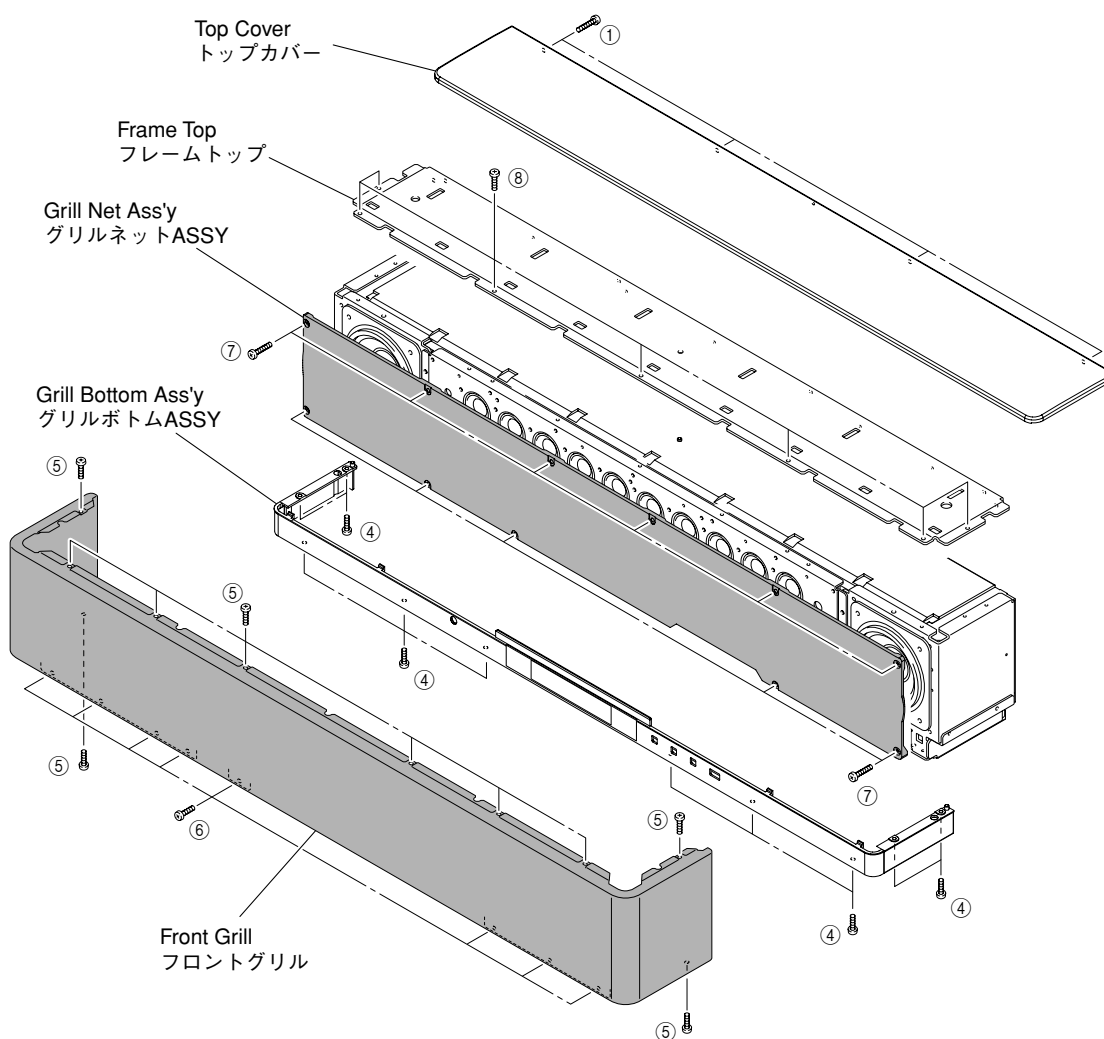

Fig. 2
- Remove 4 screws (①). (Fig. 2)
- Slide the Top Cover rearward to remove it. (Fig. 2)
- Remove 10 screws (④). (Fig. 2)
- Remove the Grill Bottom Ass'y. (Fig. 2)
- Remove 10 screws (⑤) and 8 screws (⑥). (Fig. 2)
- Remove the Front Grill. (Fig. 2)
- Remove 11 screws (⑦). (Fig. 2)
- Remove the Grill Net Ass'y. (Fig. 2)
- Remove 7 screws (⑧). (Fig. 2)
- Remove the Frame Top. (Fig. 2)
- ①のネジ4本を外します。(Fig. 2)
- トップカバーを後方へスライドさせ、取り外します。(Fig. 2)
- ④のネジ10本を外します。(Fig. 2)
- グリル ボトムASSYを取り外します。(Fig. 2)
- ⑤のネジ10本、⑥のネジ8本を外します。(Fig. 2)
- フロントグリルを取り外します。(Fig. 2)
- ⑦のネジ11本を外します。(Fig. 2)
- グリルネットASSYを取り外します。(Fig. 2)
- ⑧のネジ7本を外します。(Fig. 2)
- フレーム トップを取り外します。(Fig. 2)